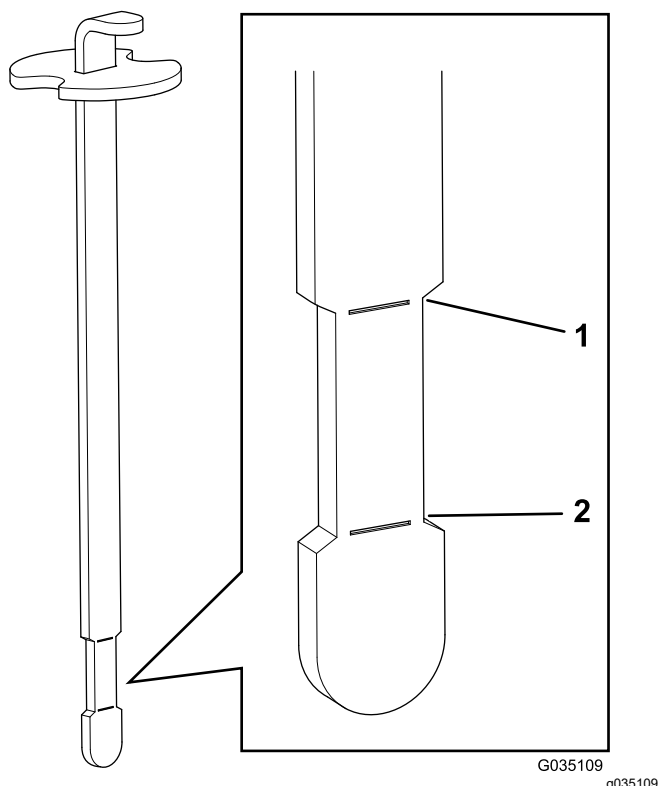

Figura 43
6. Inserite l'asta di livello nel collo del bocchettone, quindi estraetela e controllate il livello del fluido (Figura 43).